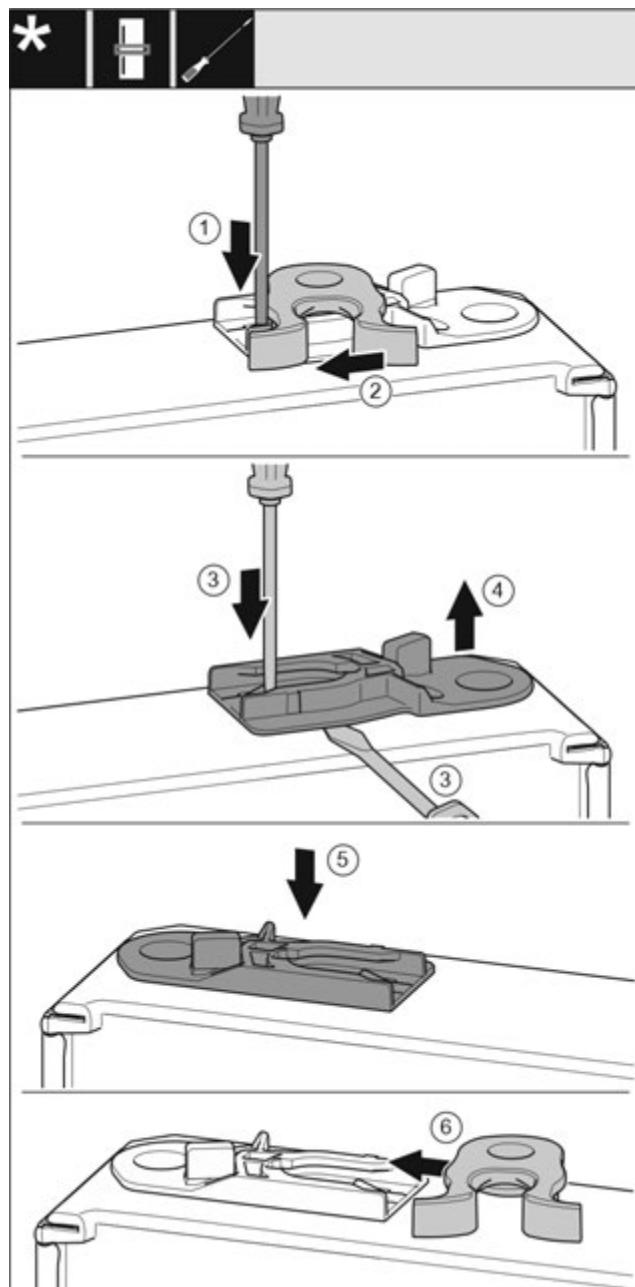

Fig. 18
- ▶ За допомогою шліцевої викрутки притисніть униз накладку. Fig. 18 (1)
- ▶ Витягніть із напрямної запірний гачок. Fig. 18 (2)
- ▶ Витягніть направляюче гніздо: Натисніть шліцевою викруткою накладку і одночасно підведіть її під направляюче гніздо. Fig. 18 (3, 4)
- ▶ Направляюче гніздо, що входить до складу поставки, вставити з іншого боку корпуса. Fig. 18 (5)
- ▶ Вставте в направляючу запірний гачок. Fig. 18 (6)